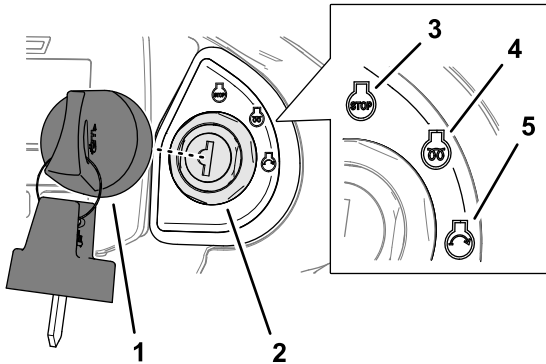

Figura 25
4. Rode a chave da ignição para a posição Desligar (parar) Figura 25.